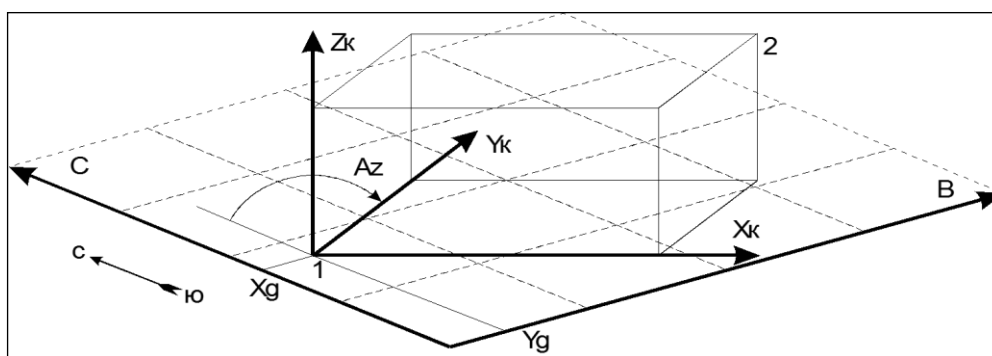

Рис. 2.1
**Область моделирования** – прямоугольная трехмерная область моделируемого пространства, в границах которого осуществляется работа с моделями объектов горной технологии (рис. 2.1).